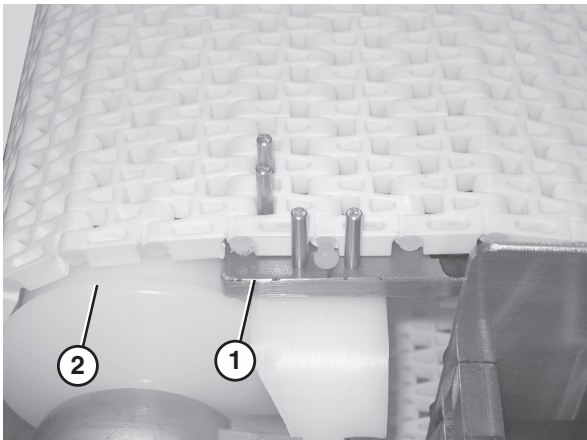

Figura 31
1. Asegure el lado de la cinta del cabezal de retención. Utilice la herramienta de extracción de la cinta (Figura 31, ítem 1) para cintas de 2,54 cm (1 pulgada) de paso. Para el resto de cintas, sitúe la sección de cinta de modo que se ensamble por el disco de brida (Figura 31, ítem 2).